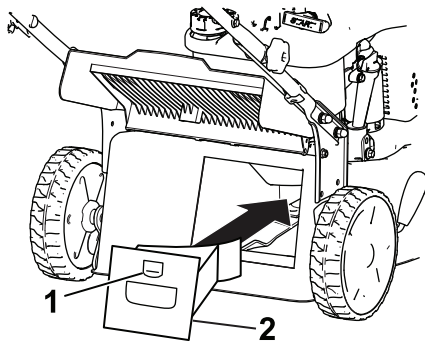

Bild 14
1. Heben Sie die Heckklappe an und halten Sie sie hoch (Bild 14).
2. Setzen Sie den Mulchverschluss in das Gehäuse und verriegeln Sie den Verschluss in der Öffnung im Gehäuse (Bild 14).